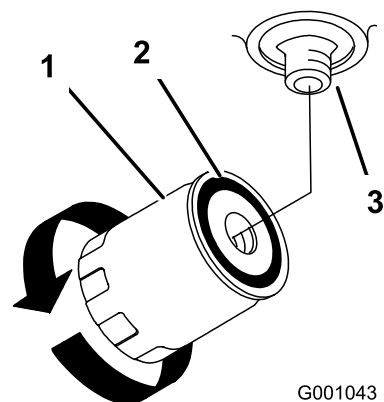

Figura 72
4. Aplique una capa fina a la junta de goma del filtro nuevo (Figura 72).
6. Llene el depósito de aceite hidráulico con aceite hidráulico hasta que éste rebose por encima del filtro, gire el filtro en el sentido de las agujas del reloj hasta que la junta de goma entre en contacto con el adaptador del filtro, luego apriete el filtro media vuelta más (Figura 72).